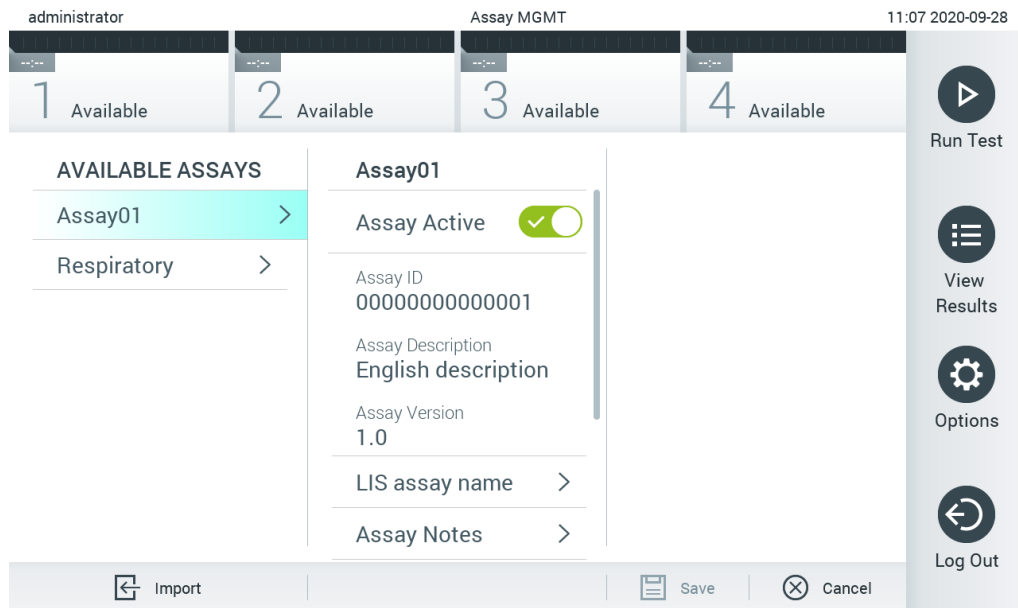

Figura 67. Ativando o ensaio.
- Nota:** Se as amostras de External Control (EC) (Controle Externo [CE]) estiverem associadas a um ensaio que é substituído por uma nova versão, a amostra de EC (CE) será redefinida e será necessário reconfigurá-la. Para obter mais informações, consulte a Seção 6.6.
7. O ensaio é ativado selecionando Assay Active (Ensaio ativo) (Figura 67).